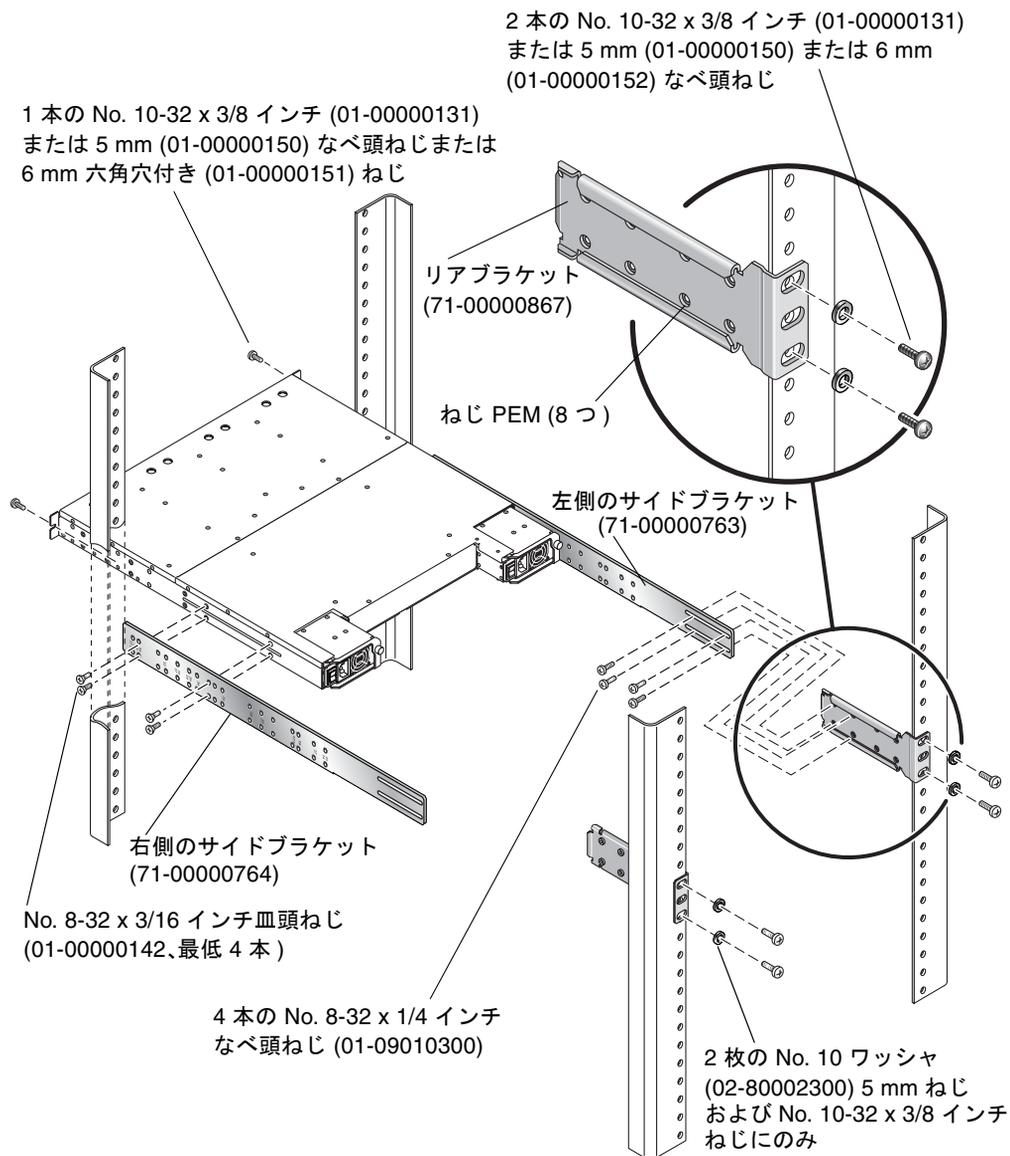

図 2-4 リアブラケットを使用したキャビネットのラックマウント
取り付け作業中は、図 2-4 を参照してください。
6. 4 本のねじと 4 枚のワッシャを使い、リアブラケットをリア垂直ポスト (後部支柱) に取り付けます (各支柱にねじを 2 本使ってブラケットを 1 つ取り付ける)。(図 2-4 を参照してください)。
8. アレイの前部マウント用イヤーを 2 本の適切なねじで取り付け、固定します（図 2-4 に示すように各イヤーにねじ 1 本ずつ）。